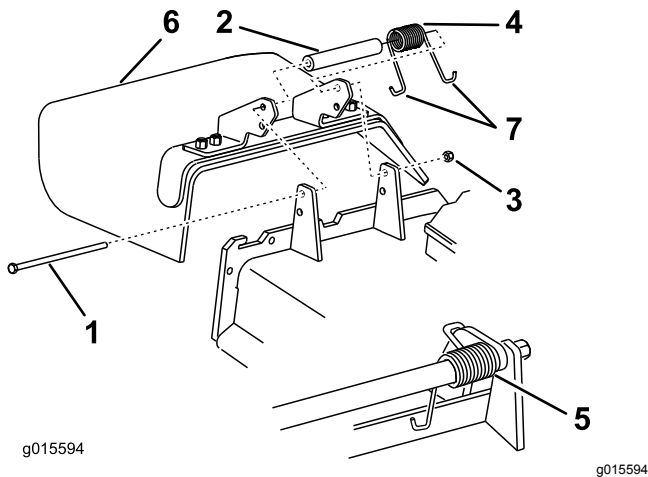

Figure 55
3. Retirez le contre-écrou, le boulon, le ressort et l'entretoise qui fixent le déflecteur aux supports de pivot (Figure 55).
5. Placez une extrémité en J du ressort derrière le bord du tablier (Figure 55).
Remarque: Prenez soin de placer une extrémité en J du ressort derrière le bord du tablier avant de mettre le boulon en place, comme montré à la Figure 55.
7. Placez une extrémité en J du ressort autour du déflecteur d'herbe (Figure 55).